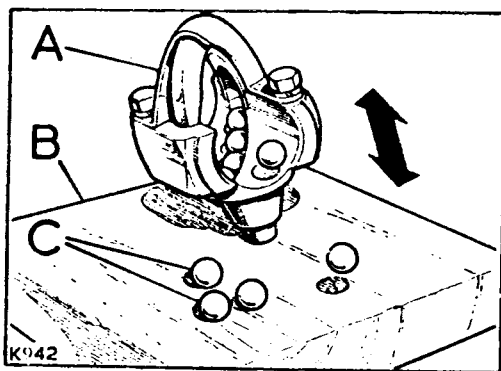

Fig. G1-50.- Extracción de las bolas circulantes
- 1.8.- Extraer las doce bolas, C (Fig. G1-50), de 3/8" de diámetro que van alojadas en la tuerca y conducto circulante, golpeando la parte superior de la tuerca sobre taco de madera, B.